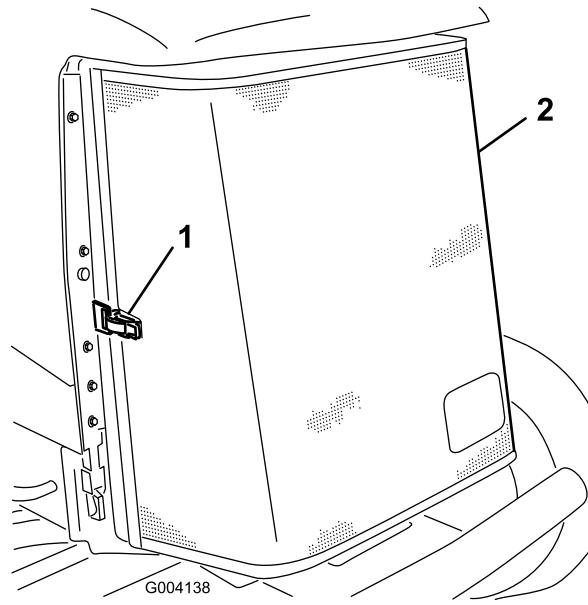

Bild 136
3. Entriegeln Sie den Riegel und drehen Sie das hintere Gitter auf (Bild 136).